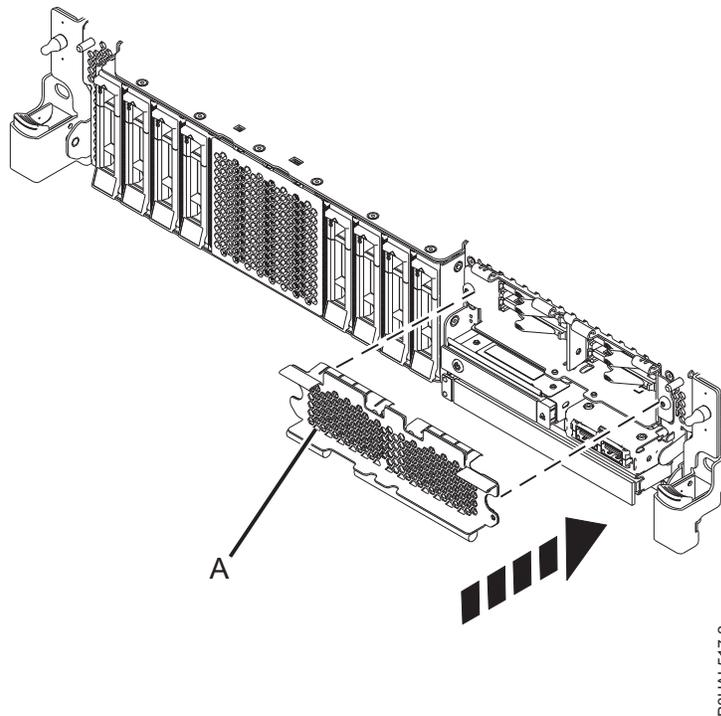

Figure 36. Installation du cache sur le compartiment SSD dans un système à fonction étendue
4. Si applicable, obstruez le compartiment SSD avec le cache perforé (A) comme illustré dans la figure 36 , à la page 38.